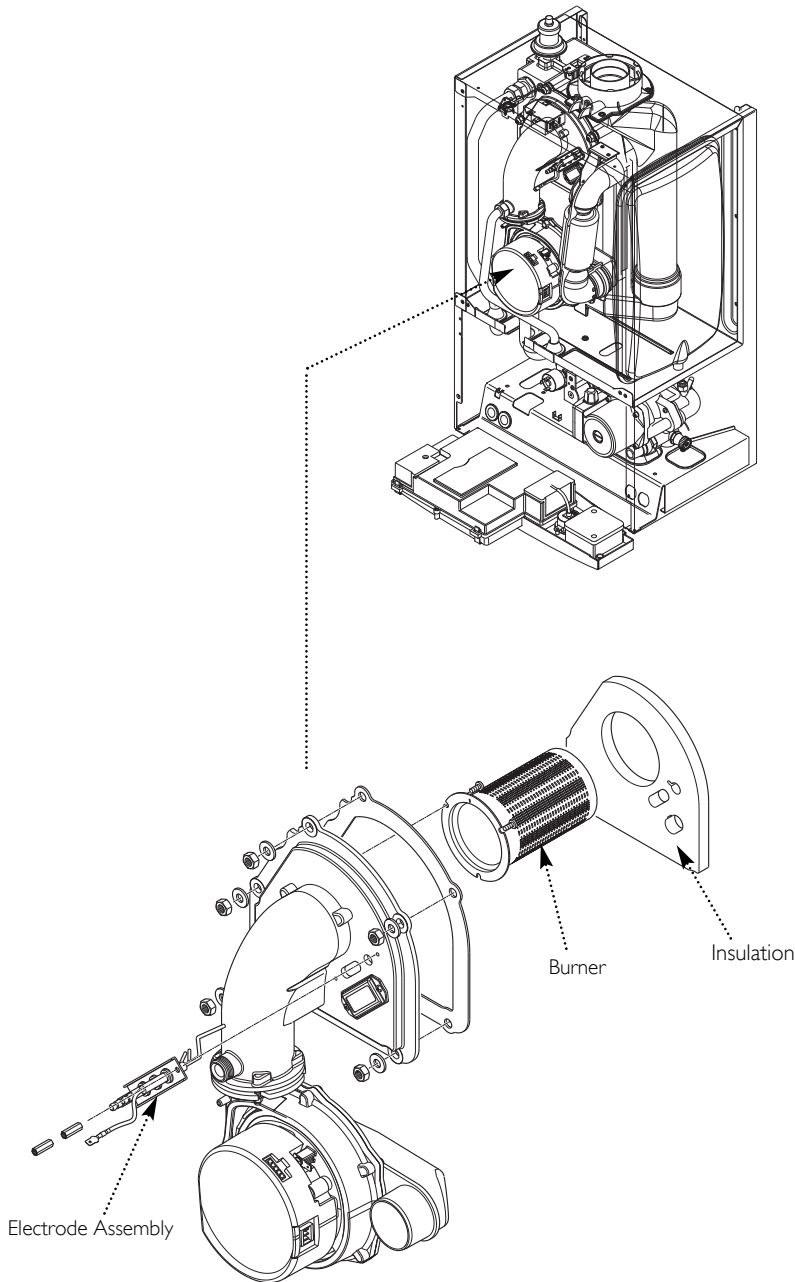

Fig. 80
14.5 Burner (Fig. 80)
14.6 Insulation (Fig. 80)